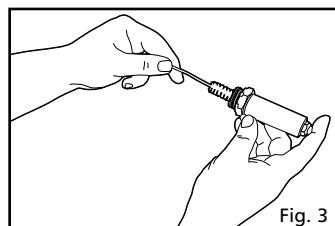

Fig. 3
4. Nettoyez méticuleusement l'intérieur de l'armature de la tête. (Fig. 3)
4. Limpie completamente la parte interior de la cabeza del armazón. (Fig. 3)